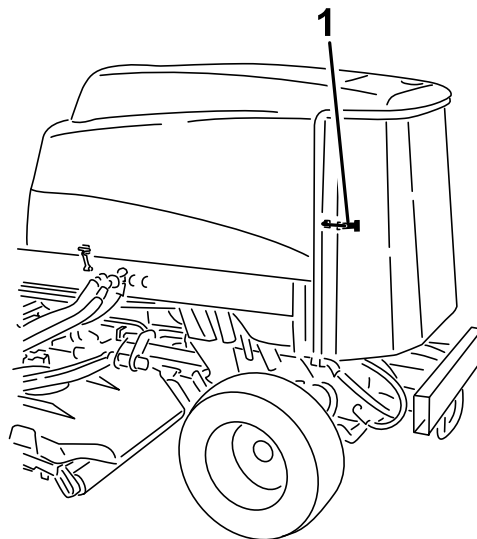

Figura 90
2. Sbloccate la griglia posteriore ed apritela (Figura 90).